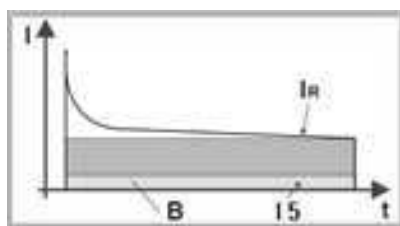

Bild 3
Fügt man einen einfachen ohmschen Widerstand ein, z.B. ein Widerstandskabel, so wird der Strom um einen bestimmten Wert (IR) erhöht und es ergibt sich die Kurve in Bild 3. Hier würde nur ein Blinkgeber nach Prinzip c) funktionieren. Wählt man den Widerstand etwas höher, könnte eventuell Prinzip d) auch noch funktionieren. Fällt danach die Leuchte durch mechanische Beschädigung aus, könnte der Blinkgeber den eingefügten Widerstand als funktionstüchtige Glühlampe erkennen. Somit würde eine einwandfrei arbeitende Leuchte angezeigt, obwohl diese nicht funktioniert! Das bedeutet: In diesem Fall verliert das Fahrzeug die Zulassung für den öffentlichen Straßenverkehr.